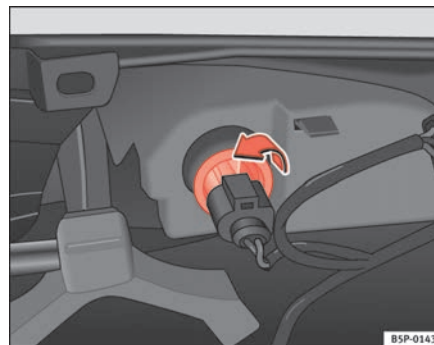

Abb. 194 Leuchte von der Innenseite des Stoßfängers
- Die Lampenfassung nach links drehen und in Pfeilrichtung abnehmen ⇒ Abb. 194.